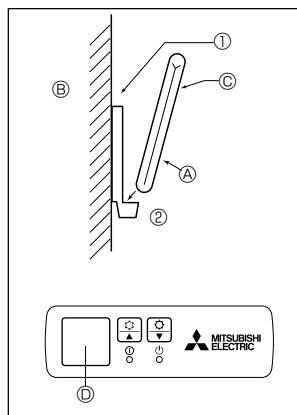
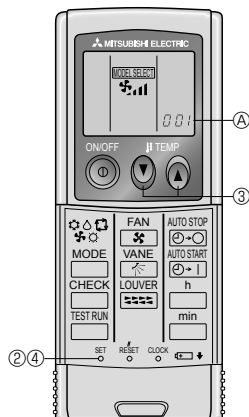

Fig. 6-5
Fig. 6-6
2) Μέθοδος εγκατάστασης (Fig. 6-5)
① Στερεώστε τη βάση που συγκρατεί το τηλεχειριστήριο στη θέση που θέλετε με δύο διατηρητικές βίδες.
② Βάλτε την κάτω άκρη του τηλεχειριστηρίου μέσα στη βάση συγκρατήσεώς του.
3) Ρύθμιση (Fig. 6-6)
① Τοποθετήστε τις μπαταρίες.
② Πατήστε το κουμπί SET (ΡΥΘΜΙΣΗ) με ένα αιχμηρό αντικείμενο.